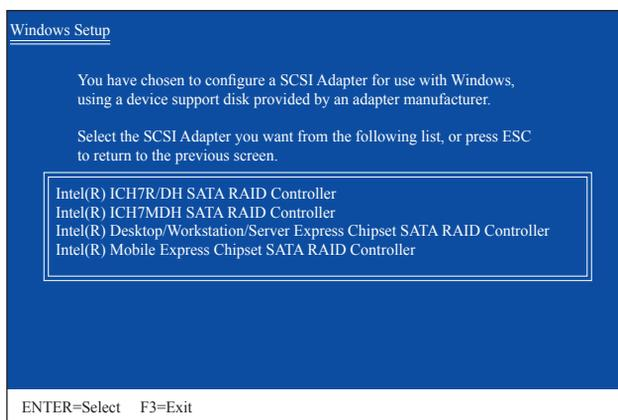
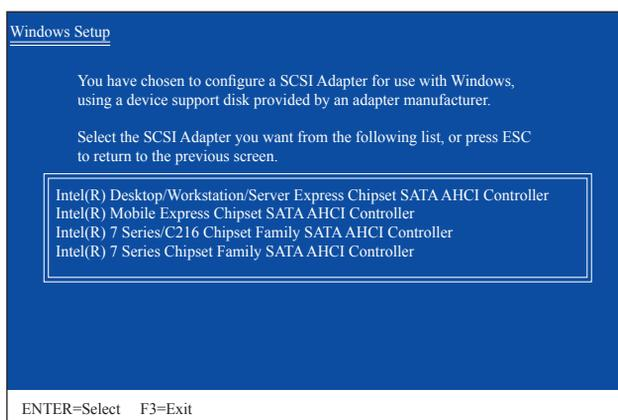
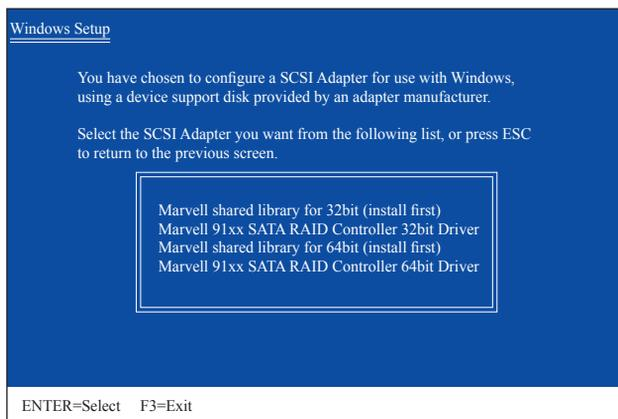

図 3
図 4
図 5
SATA RAID/AHCI ドライバを含むフロッピーディスクを挿入し、<Enter> を押します。次に、以下の図 3 のようなコントローラメニューが表示されます。**Intel(R) Desktop/Workstation/Server Express Chipset SATA RAID Controller** を選択し、<Enter> を押します。AHCI モードの場合、キーボードの矢印キーを使用して **Intel(R) 7 Series/C216 Chipset Family SATA AHCI Controller** アイテムにスクロールし <Enter> を押します(図 4)。
SATA RAID/AHCIドライバを含むフロッピーディスクを挿入し、<S>を押します。Windows XP の 32 ビットと 64 ビットのどちらのバージョンをインストールするかによって、32ビットまたは64ビットアイテムを選択します (図 4)。Marvell shared library と Marvell 91xx SATA RAID Controller を、どちらもインストールする必要があります。以下では、32ビットバージョンをインストールするものとします。以下では、32ビットバージョンをインストールするものとします。まず、Marvell shared library for 32bit (install first)、<Enter>を押します。次の画面で、<S>を押して図 5の画面に戻ります。次に、Marvell 91xx SATA RAID Controller 32bit Driver コントローラ32ビットドライバを選択し、<Enter>を押します。確認画面に 2つのドライバが表示されたら、<Enter> を押してドライバのインストールを続けます。